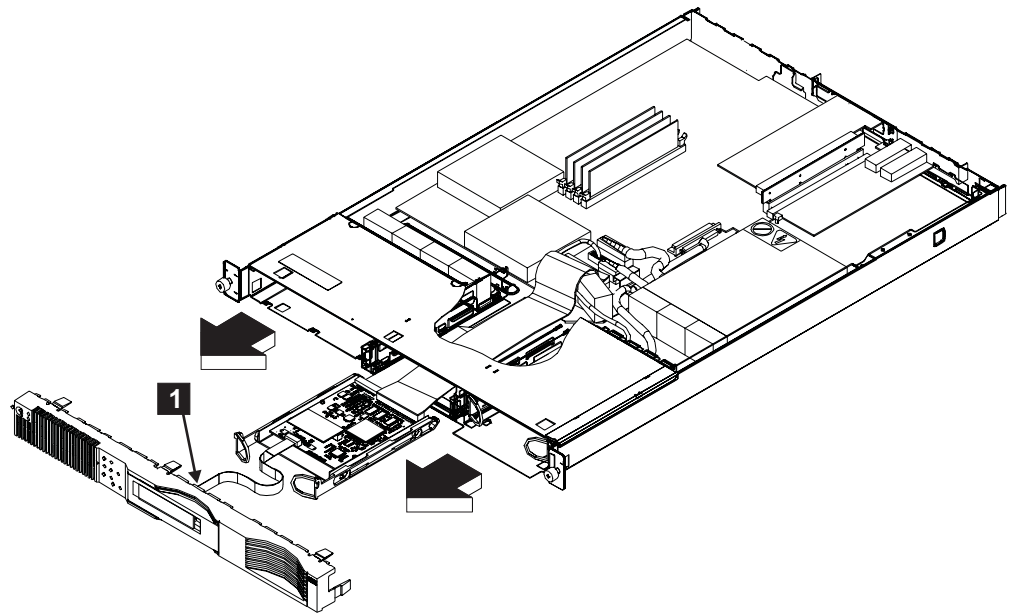

図 189. SAN ボリューム・コントローラー 2145-4F2 のフロント・パネルの取り外し
6. コネクター (図 189 の **1**) を切り離します。